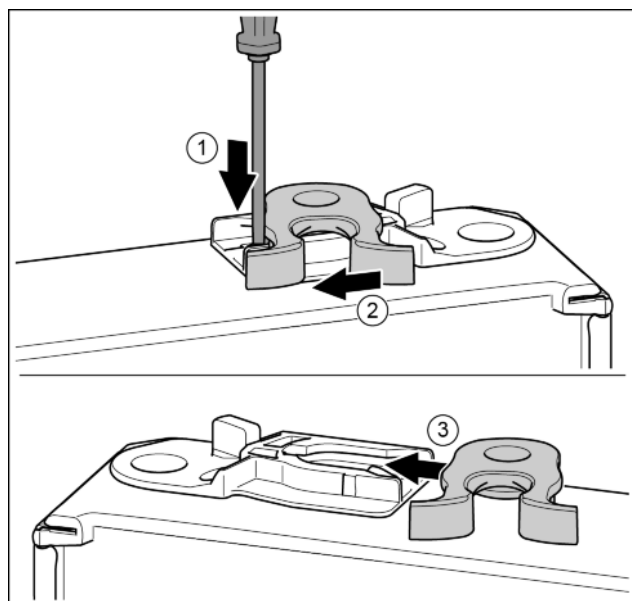

Fig. 18
- Fig. 18 (1)
- Sluithaak uit de geleiding trekken. Fig. 18 (2)
- Fig. 18 (3)